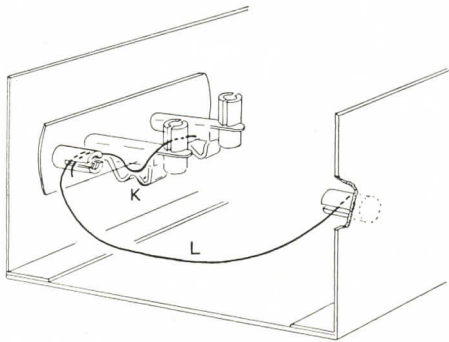

Fig. B19
16. Leg aan de onderzijde van het toestelletje de twee **leidingen**, die in figuur B19 met de letters **K** en **L** zijn gemerkt. Nu komen de **weerstand** en de **diode OA 79** aan de beurt. De crèmekleurige weerstand is voorzien van kleurringen, die een zekere (elektrische) waarde aanduiden. Denk er om, dat deze weerstand niet door elke willekeurige andere kan worden vervangen. De zwarte diode is gemakkelijk te herkennen, vooral aan de opdruk: OA 79.